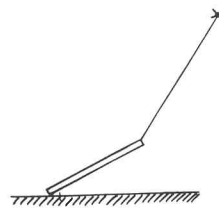

Fig. 38
c) I forsøg 1 (fig. 38) er en stok ophængt i en snor, hvis øverste ende er fastgjort til et fixpunkt (x). Stokken hviler f. eks. på et gulv – friktionen vil medføre, at slutstillingen kan blive som vist.